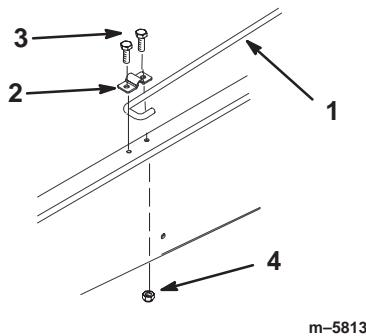

Bild 10
- Lösen Sie die Schraube, mit der der Haltestangenclip am Chassis befestigt ist, bis Sie das J-förmige Hakenende der Haltestange unter den Clip schieben können (Bild 10).
- Ziehen Sie die Schraube an und befestigen Sie die andere Seite des Clips mit einer neuen Schraube (5/16 x 3/4 Zoll) und einer Bundmutter (5/16 Zoll) (Bild 10).